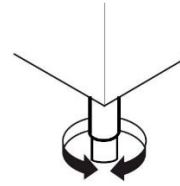

Fig. 4
- 1- Positionner et mettre la machine à niveau à l'aide des pieds à vis en dotation. (Fig.4)